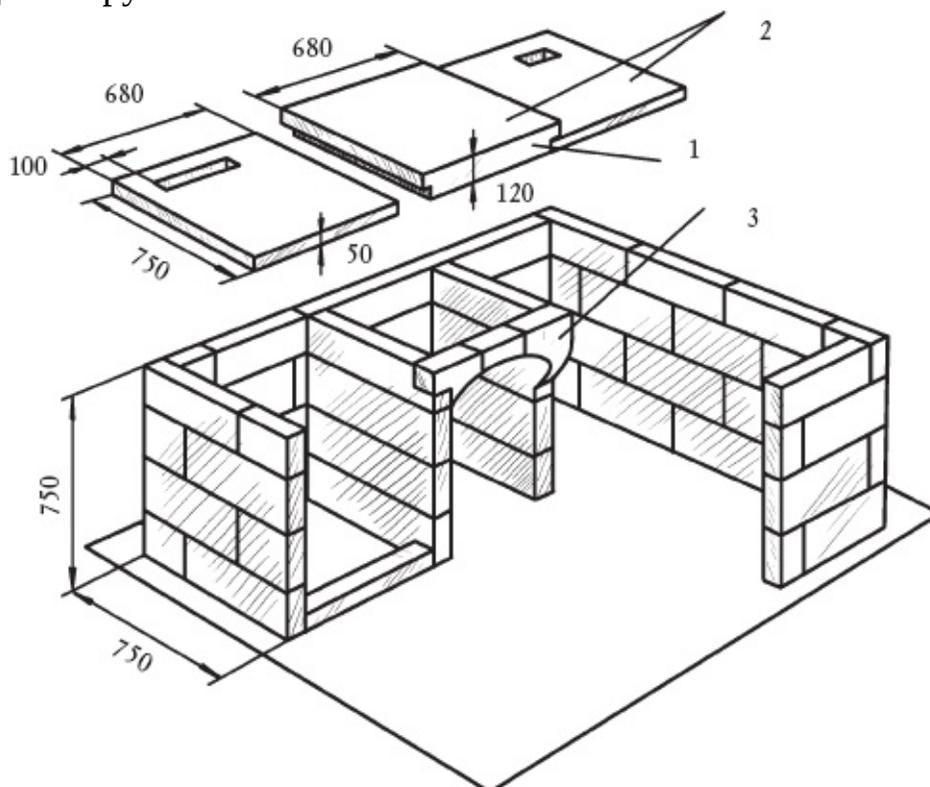

Рис. 46. Укладка основания очага (размеры указаны в миллиметрах):
5. В заключение установите детали свода и положите на них плиты (рис. 46), предварительно отлитые из армированного бетона. Они и станут опорой для сооружения топки.